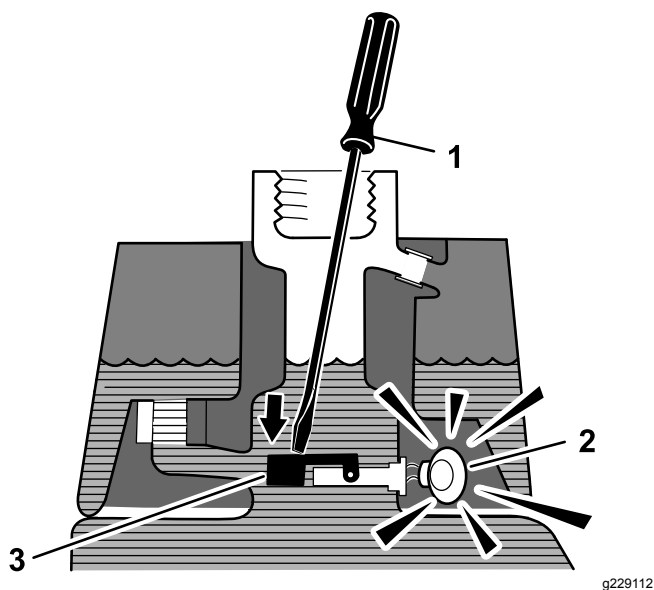

图43
3. 将干净的支杆或螺丝刀插入油箱颈然后轻轻地向下推至浮动开关上图43经过 1 秒钟的延迟后警报应响起。